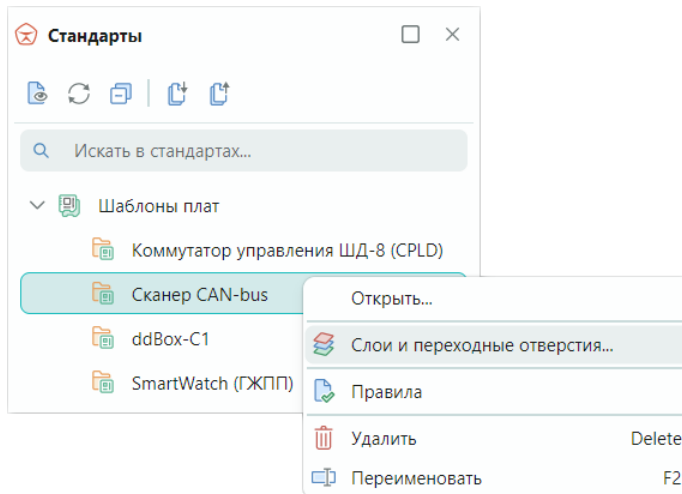

Рис. 154 Вызов редактора слоев и переходных отверстий для шаблона платы
2. Вызовите контекстное меню и выберите пункт «Слои и переходные отверстия...», см. Рис. 154.